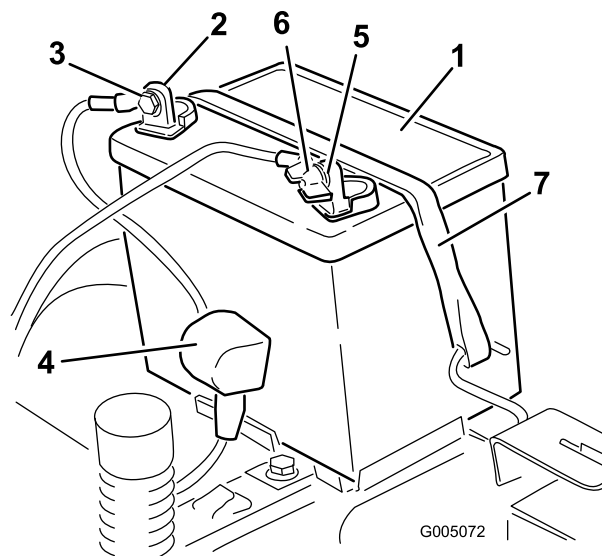

Figure 44
5. Repoussez le capuchon en caoutchouc sur le câble positif (rouge). Débranchez le câble positif (rouge) de la borne de la batterie (Figure 44). Mettez les fixations de côté.
6. Enlevez la sangle de maintien de la batterie (Figure 44) et ôtez la batterie de son support.
4. Débranchez le câble négatif (noir) de mise à la masse de la borne de la batterie (Figure 44). Mettez les fixations de côté.
1. Placez la batterie sur son support (Figure 44).
5. Fixez la batterie en place à l'aide de la sangle de maintien (Figure 44).